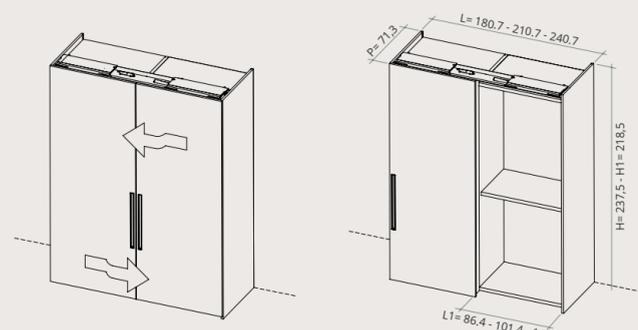

FIG. 2
- Ingombro ante in profondità Box Scorrevole Complanare uguale a 9,4 cm (Fig. 2)
- Box with Flush-fitting Sliding Door dimensions in depth equal to 9,4 cm (Fig. 2)